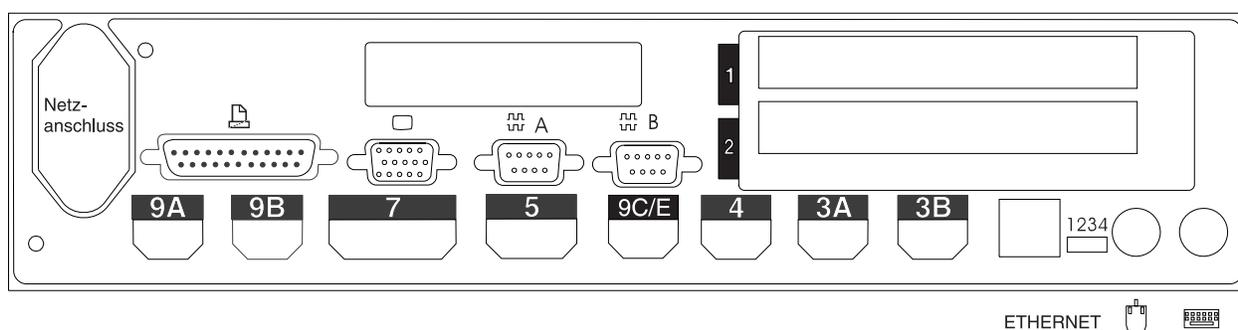

Abbildung 99. Rückseite der Kombination Handelscomputer/Datenkasse IBM 4694-2x4 oder IBM 4694-245
8. In Abb. 99 die Buchsen, an die die Kasseneinheiten angeschlossen werden sollen, durch ein X kennzeichnen.